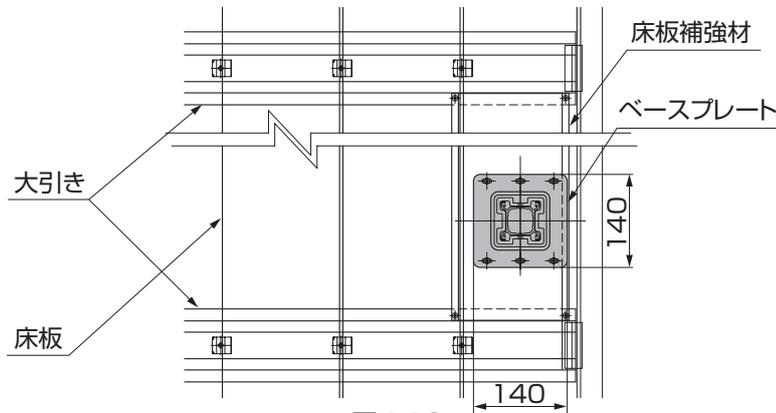
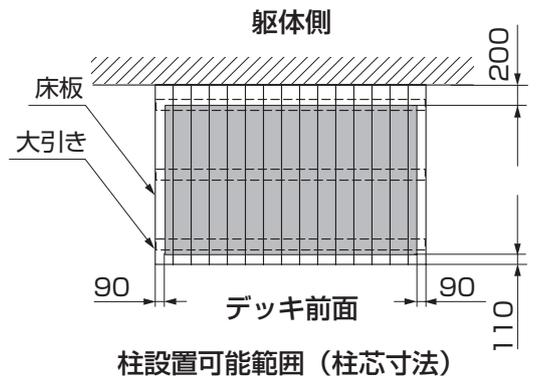
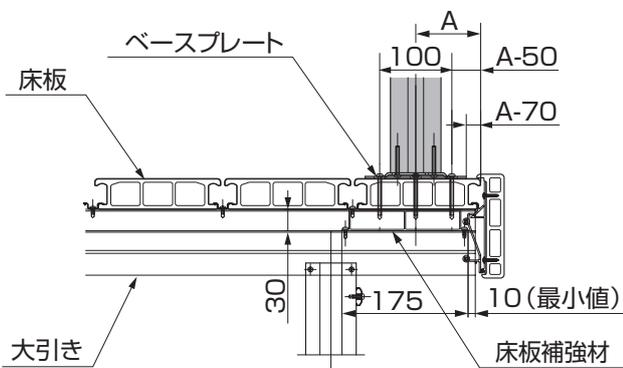
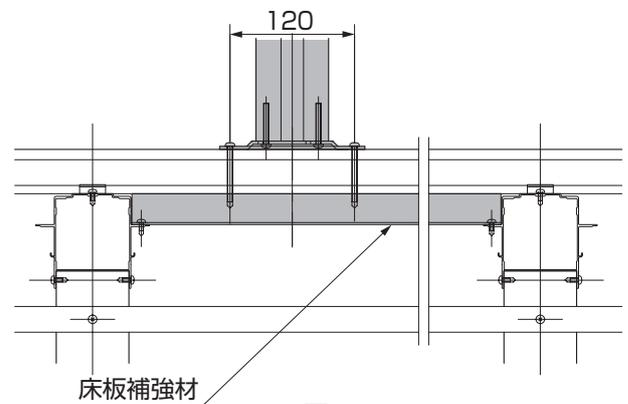

図4-19
図4-20
図4-21
図4-22
- デッキに図4-19、図4-20、図4-21、図4-22を参照して取付けてください。
- 図4-21のA寸法値の最小値は90mmです。
- 図4-21のA寸法の最大値は、フェンス固定アングルに手が届く約400mmの範囲内で自由に設定することができます。